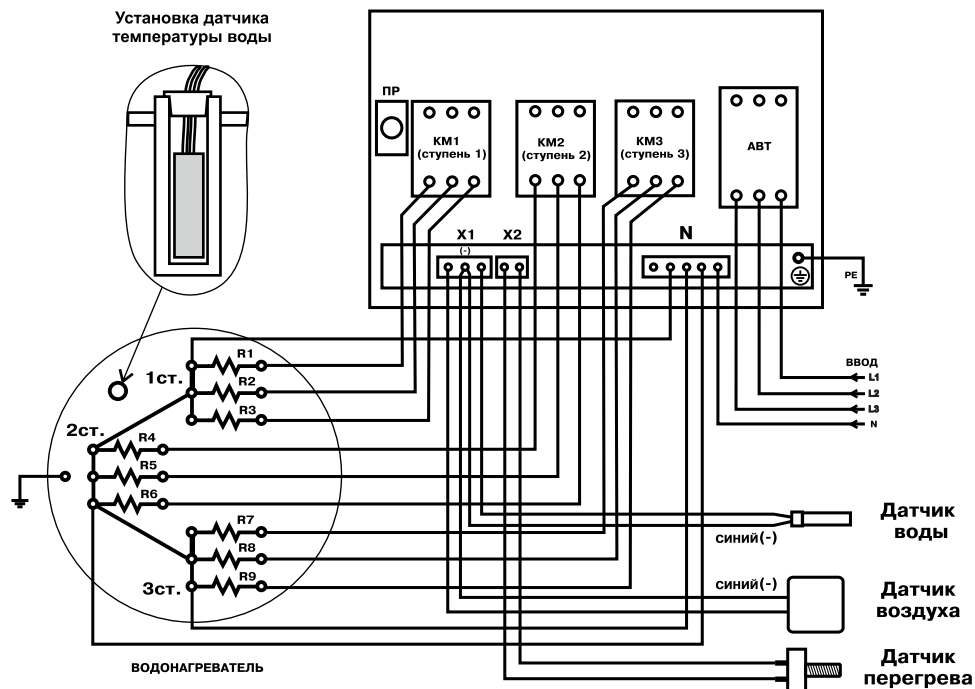

Рис.1 Схема подключения панели управления ПУ ЭВТ - ИЗ
- Эксплуатация панели управления должна осуществляться только при условии ее подключения в соответствии со схемой подключений (**Рис.1**);
9. Подключите панель к питающей сети кабелем соответствующего сечения (см. паспорт на электроводонагреватель) согласно схеме подключений (**Рис.1**) настоящей инструкции по эксплуатации.
10. Установите датчик температуры воды на предназначенное в водонагревателе отверстие и закрепите его защитной пробкой (**Рис.1**);
- Подключите датчик перегрева к монтажной колодке Х2. Подключите датчики температуры воздуха и воды к монтажной колодке Х1 в соответствии со схемой **Рис.1**, обращая особое внимание на полярность датчиков;
11. Подключите панель к питающей сети, согласно схеме подключений **Рис.1** кабелем соответствующего сечения, исходя из номинальной мощности электроводонагревателя;
12. Выполните заземление (защитное зануление) корпуса панели в соответствии со схемой подключений **Рис.1**;
- Нулевой рабочий провод сети (N) должен подсоединяться к колодке N «НЕЙТРАЛЬ» внутри панели и к общему проводу ТЭН электроводонагревателя;